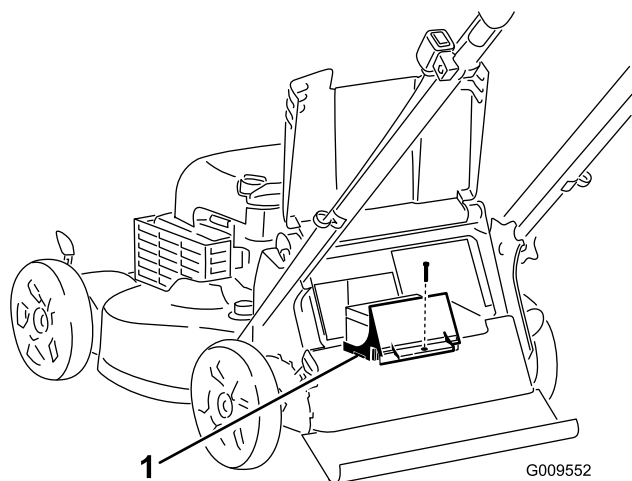

**Figura 6**
2. Retire el tornillo que sujeta el compartimento de la batería, retire la batería y localice el fusible (Figura 5 y Figura 6).
3. Introduzca el fusible en el portafusibles (Figura 6).